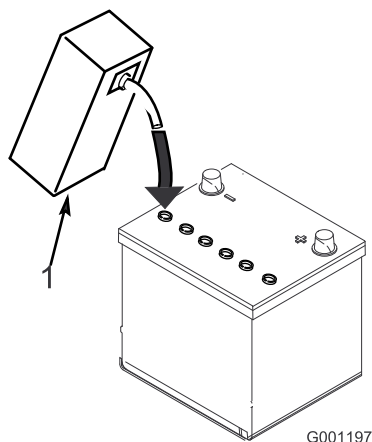

図 5
3. 各セルに慎重に電解液を満たす。電極板が6mm程度水没するぐらいが適当 (図 5)。
4. 電極板が液を吸収するまで20～30分間程度待つ。必要に応じて、電極板が6mm程度水没するぐらいに電解液を補充する (図 5)。